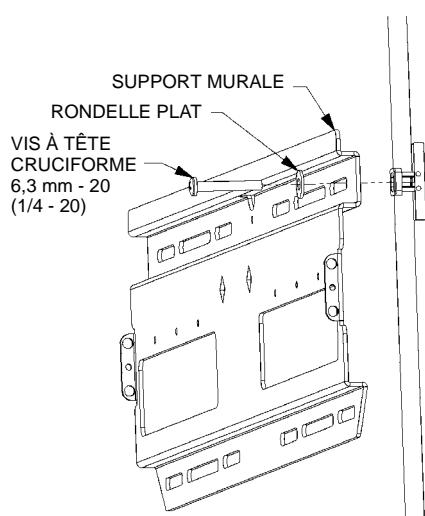

Figure 8.
- En vous servant des vis à tête cruciforme 6,3 - 20 (1/4 - 20) (110) et des rondelles plates (50), sécurisez la fixation au mur (voir figure 8).